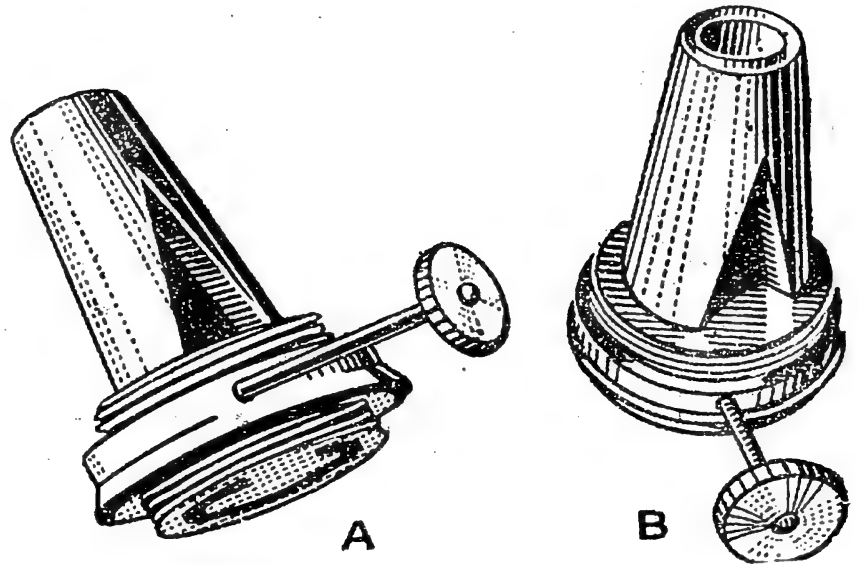

Fig. 3. — Le bec de la lampe.
**b) Le bec.** — Le bec est fait d'un métal jaune que nous connaissons déjà : c'est du *laiton*. Il va en s'amincissant vers le haut (*fig. 3*).
Regardons-le en dessous : il est fermé par une plaque percée d'une ouverture étroite, en forme de fente arrondie (*fig. 3, A*).
A son extrémité supérieure, il apparaît formé de deux tubes qui laissent entre eux un espace en forme de couronne (*fig. 3, B*).